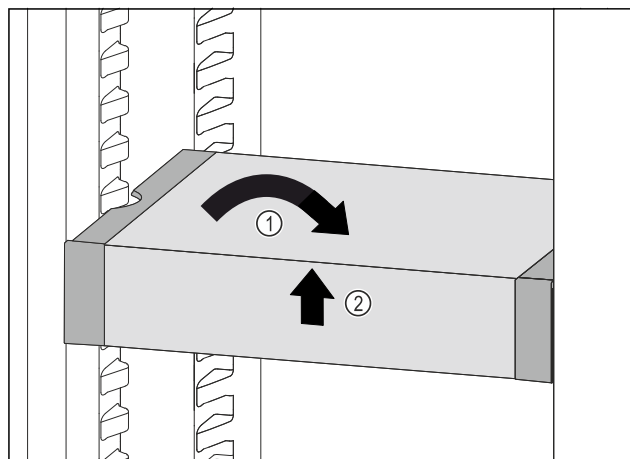

Fig. 130
- ▶ Ställ VarioSafe rakt. Fig. 130 (1)
- ▶ Lyft VarioSafe framåt. Fig. 130 (2)